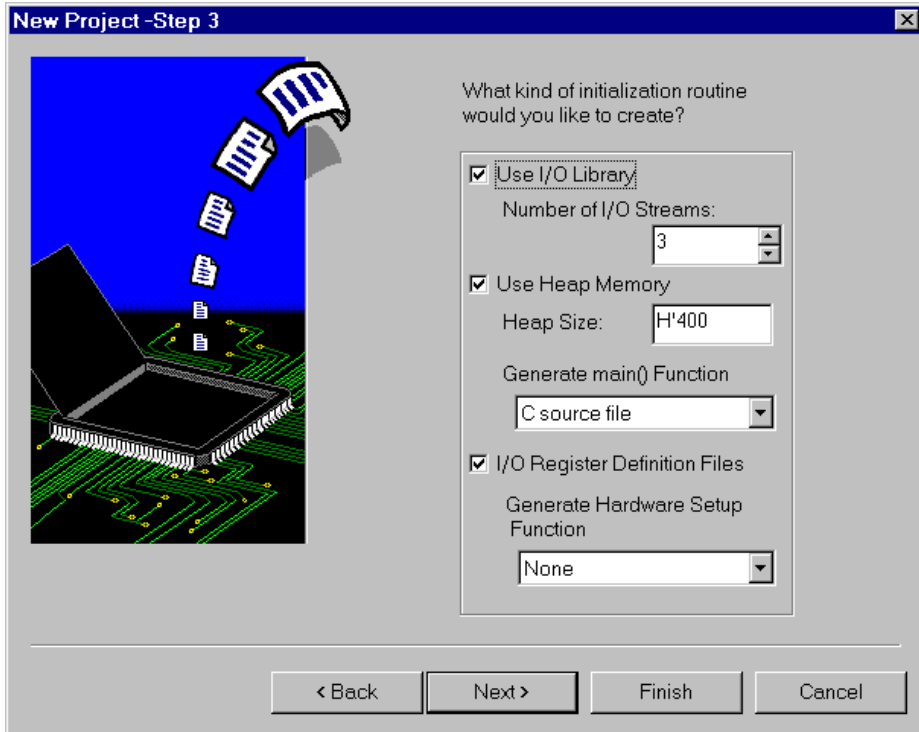

図 1.6 プロジェクトジェネレータの生成ファイル設定画面 (Step3)
Step2 画面で[Next >]をクリックすると、図 1.6に示す画面を表示します。